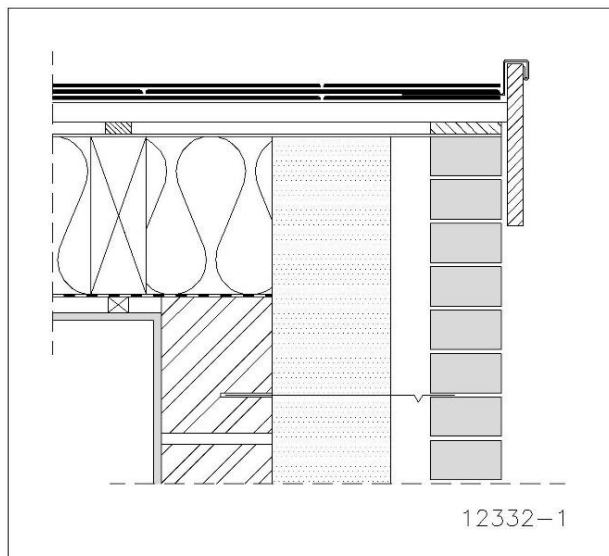

Fig. 20: Dakrandafwerking met loden slab
- Zijranden met loden slab (Fig. 20)